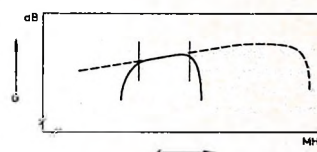

Bild 8. Dimensionierung einer Yagiantenne als Kanalantenne mit nicht optimalem Gewinn
Bild 8 zeigt jedoch einen resultierenden Gewinnverlauf in Schmalbandtechnik, bei
**Empfängsergebnisse.** Eine Dimensionierung nach Bild 8 entsteht oft zufällig durch sporadisches Probieren und Dimensionieren.